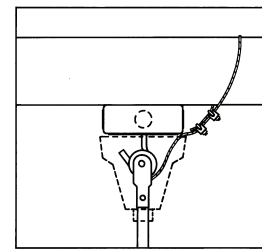

Figura 3
Este ventilador está equipado con el cable de "soporte secundario" necesario. Este cable deberá colocarse en las estructuras de las vigas y fijarse firmemente de tal manera que soporte el peso del ventilador en el caso de que el gancho de montaje u otras piezas fallan. Después de envolver el cable alrededor de un elemento estructural que soporta 300 lbs., asegure el cable con las abrazaderas para cables suministradas, como se ilustra en la Figura 3. (Nota: cualquier material adicional necesario para instalaciones específicas puede ser comprado con su distribuidor local.)
PRECAUCIÓN IMPORTANTE: el cable de seguridad no debe ser colocado entre el rodo de goma y el gancho, sino como se ilustra en la Figura 3.
- Al colgar el ventilador en el gancho "J" proporcionado de fábrica, asegúrese de que el cable en la parte superior del rodo está posicionado detrás del gancho "J", como se ilustra en la Figura 3.